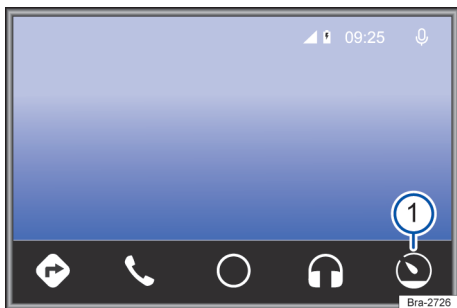

Fig. 117 Menu Android Auto™.
- Na operação do Android Auto™, tocar na superfície de função , → Fig. 117 **1**.